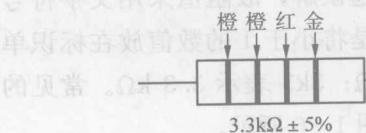

图 1-8 色标法标注电阻器示意图
(4) 色标法。色标法是指在电阻器表面用不同颜色的色环标出标称值和允许误差的方法。色标法是最常用的电阻器的标识方法。色标法又分为四环色标法和五环色标法。普通的电阻器用四环表示，精密电阻器用五环表示。在四环色标法中第一、第二环是有效数字，第三环是阻值倍率或有效数字后面添加的零的个数，第四环是误差率。如：一个四环电阻的色环颜色排列为绿、蓝、红、金，则这只电阻器的阻值为 $5.6\text{k}\Omega$ ，其允许误差为 $\pm 5\%$ 。在五环色标法中前三环为有效数字，第四环是阻值倍率或后面添加的零的个数，第五环是误差率。如：一个五环电阻的色环颜色排列为棕、橙、橙、红、棕，则这只电阻器的阻值为 $13.3\text{k}\Omega$ ，其允许误差为 $\pm 1\%$ 。色环法标注电阻器的示意图如图 1-8 所示。